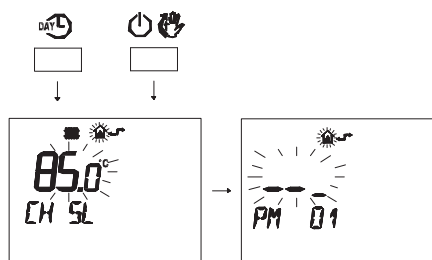

Figura 5.45
- Pulse simultáneamente los botones **DAY** y **ON/OFF** para entrar en la modalidad de programación transparente (Figura 5.45).